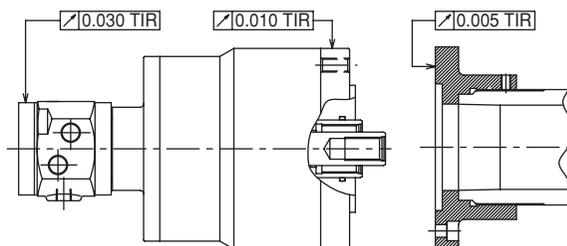

図14
- シリンダの取付け時の振れはスリーブの回り止めを行い、スピンドルを回転させた時、シリンダ外周及びスリーブ後端の上下動の振れを図14に示す規格値以下で取付けてください。